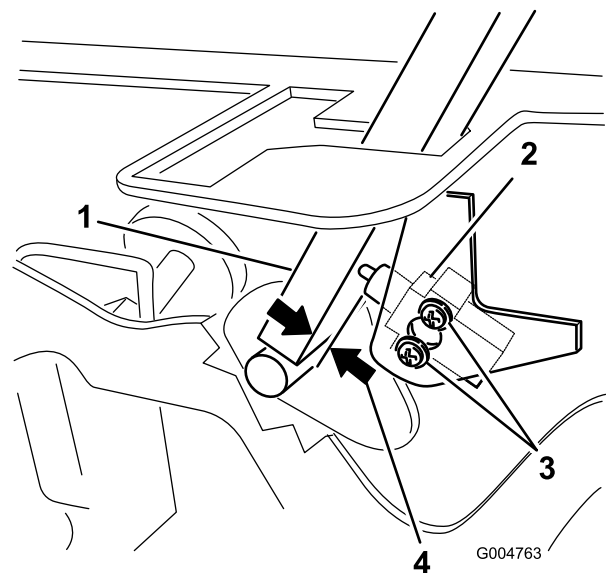

Figura 69
3. Afloje los 2 tornillos que fijan el interruptor de seguridad (Figura 69).
4. Sujetando la palanca de control contra el bastidor, mueva el interruptor hacia la palanca hasta que la distancia entre la palanca y el cuerpo del interruptor sea de 0.4 a 1 mm (0.015 a 0.045 pulgada) (Figura 69).